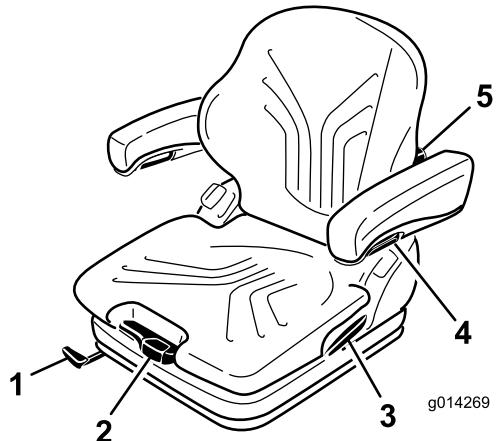

図 31
そして、体重調整レバーを使って、運転する人の体重に合わせます図 31。
1. 調整は、レバーを引き上げてシートのロックを解除して行います(図 31)。
調整ノブを上に回すと背もたれの上部の湾曲の調整ができます。調整ノブを下に回すと背もたれの下部の湾曲の調整ができます図 31。
アームレストの高さを調整するには、カバーについている丸いキャップ図 31を外し、裏側にある六角ナット(13 mm)をゆるめて高さを調整し、その位置でナットを締めつけます。ナットにキャップを取り付けます。
アームレストの角度はノブを回して調整します図 31。
ロックレバーを引いてバックレストキャッチを外します(図31)。この時、背もたれにもたれかかるなどして力を掛けないようにしてください。